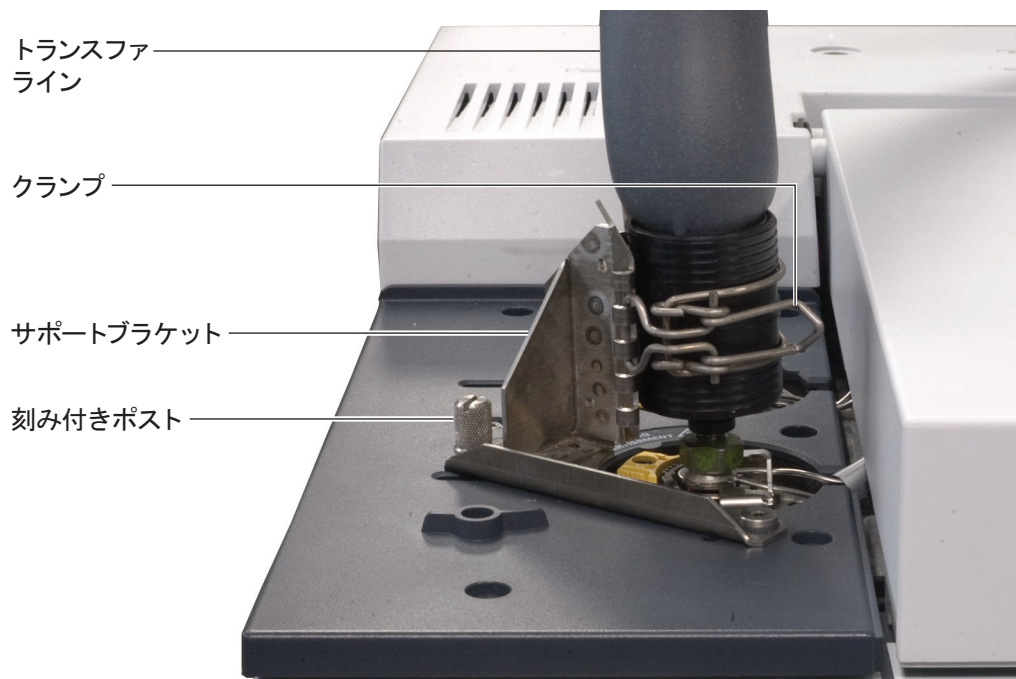

図 2 7890A GC 注入口に取り付けたトランスファライン
- 11 トランスファラインを取り付けたら、トランスファラインのサポートブラケットを取り付けます (図 2)